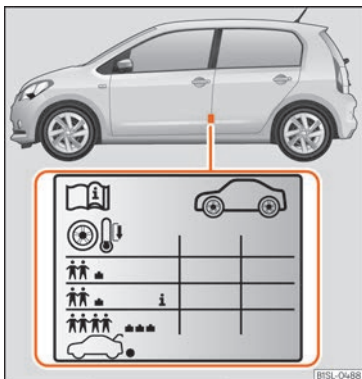

Fig. 168 Ubicació de l'adhesiu de la pressió d'inflament dels pneumàtics.
- Adapteu la pressió dels pneumàtics a la càrrega que porta el vehicle »» fig. 168.
Els valors de la pressió d'inflament s'indiquen a l'etiqueta adhesiva situada a la zona posterior del marc de la porta davantera esquerra »» fig. 168.
En funció del vehicle, es pot adaptar la pressió d'inflament dels pneumàtics a mitja càrrega per augmentar el confort de marxa (pressió d'inflament **i**) »» fig. 168). Quan se circula amb la pressió d'inflament de confort, es pot incrementar lleugerament el consum d'energia.
anirà carregat al màxim, heu d'augmentar la pressió d'inflament al valor màxim de càrrega indicat a l'etiqueta adhesiva »» fig. 168.
En el cas d'una roda d'emergència minimitzada (125/70 R16 o 125/70 R18), inflar a 4,2 bar de pressió segons s'indica a l'etiqueta de pressió dels pneumàtics »» fig. 168.
»» fig. 168.
- Amb els pneumàtics en fred, s'ha de mantenir sempre la pressió indicada a l'adhesiu »» fig. 168.